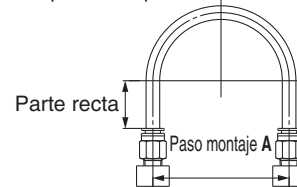

Fig. 1 Conexionado recomendado
- Cuando se conectan las tuberías a la conexión instantánea, use una longitud de conexionado con suficiente margen, conforme a las condiciones de conexionado mostradas en la Fig. 1.